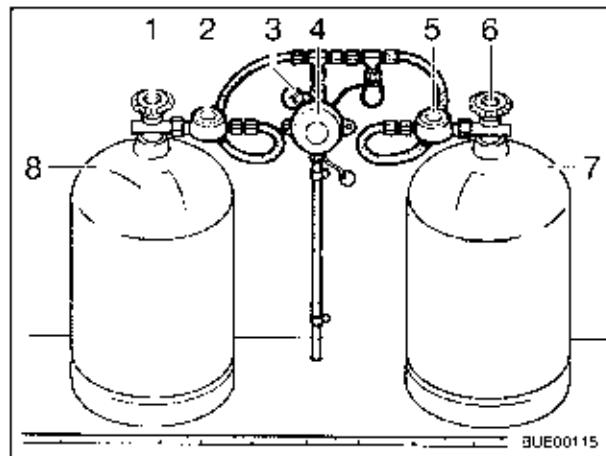

Fig. 112 Impianto di commutazione Triomatic
- Valvola principale (Fig. 112,1) bombola in uso
- Regolatore di pressione del gas (Fig. 112,2) bombola in uso
- Indicatore di funzionamento (Fig. 112,3)
- Regolatore dell'impianto (Fig. 112,4)
- Regolatore di pressione del gas (Fig. 112,5) bombola di riserva
- Valvola principale (Fig. 112,6) bombola di riserva
- Bombola in uso (Fig. 112,8)
- Bombola di riserva (Fig. 112,7)
L'impianto di commutazione Triomatic fa passare automaticamente l'alimentazione di gas dalla bombola in uso (Fig. 112,8) alla bombola di riserva (Fig. 112,7) quando la bombola in uso è vuota o non è più pronta per il funzionamento. Così il riscaldamento può rimanere in funzione.
L'impianto di commutazione Triomatic è costituito da due regolatori di pressione del gas (Fig. 112,2 e 5) e da un regolatore dell'impianto (Fig. 112,4). Il regolatore di pressione del gas della bombola in uso (Fig. 112,2) è contrassegnato da una targhetta del modello verde, il regolatore di pressione del gas della bombola di riserva (Fig. 112,5) da una targhetta del modello rosso. Con l'indicatore di funzionamento (Fig. 112,3) sul regolatore dell'impianto si può controllare la tenuta dell'impianto del gas. I regolatori di pressione del gas sono dotati di unità di allacciamento e permettono il collegamento alle bombole del gas di tutte le dimensioni (da 3 kg a 33 kg).
- Aprire la valvola principale (Fig. 112,6) della bombola di riserva (Fig. 112,7).
- Aprire la valvola principale (Fig. 112,1) della bombola in uso (Fig. 112,8).
Ora entrambi i regolatori di pressione del gas sono disaerati. Il regolatore dell'impianto (Fig. 112,4) fornisce alle utenze la pressione necessaria, indipendentemente dal fatto che l'alimentazione del gas provenga dalla bombola in uso o dalla bombola di riserva. La bombola di gas che ha rilevato l'alimentazione viene identificata dal campo verde o rosso sull'indicatore di funzionamento (Fig. 112,3).
- ▷ In caso di funzionamento con una sola bombola del gas, si deve allacciare il regolatore di pressione del gas della bombola in uso (Fig. 112,2).
Se l'indicatore di funzionamento (Fig. 112,3) segna rosso, la bombola in uso (Fig. 112,8) deve essere cambiata.
- Chiudere la valvola principale (Fig. 112,1) della bombola in uso (Fig. 112,8).
- ▷ Tutte le utenze possono essere alimentate e fatte funzionare dalla bombola di riserva (Fig. 112,7) (targhetta del modello rossa).
- Collegare la bombola del gas piena al regolatore di pressione del gas della bombola in uso (Fig. 112,2).
- Aprire la valvola principale (Fig. 112,1) della bombola in uso. La bombola in uso ricomincia automaticamente a fornire gas.
- ▷ Ogni tanto utilizzare la bombola di riserva (Fig. 112,7) al posto della bombola in uso per controllare che la bombola di riserva sia riempita a sufficienza.
- Luce spia verde: bombola in uso (Fig. 112,8)
- Luce spia rossa: bombola di riserva (Fig. 112,7)